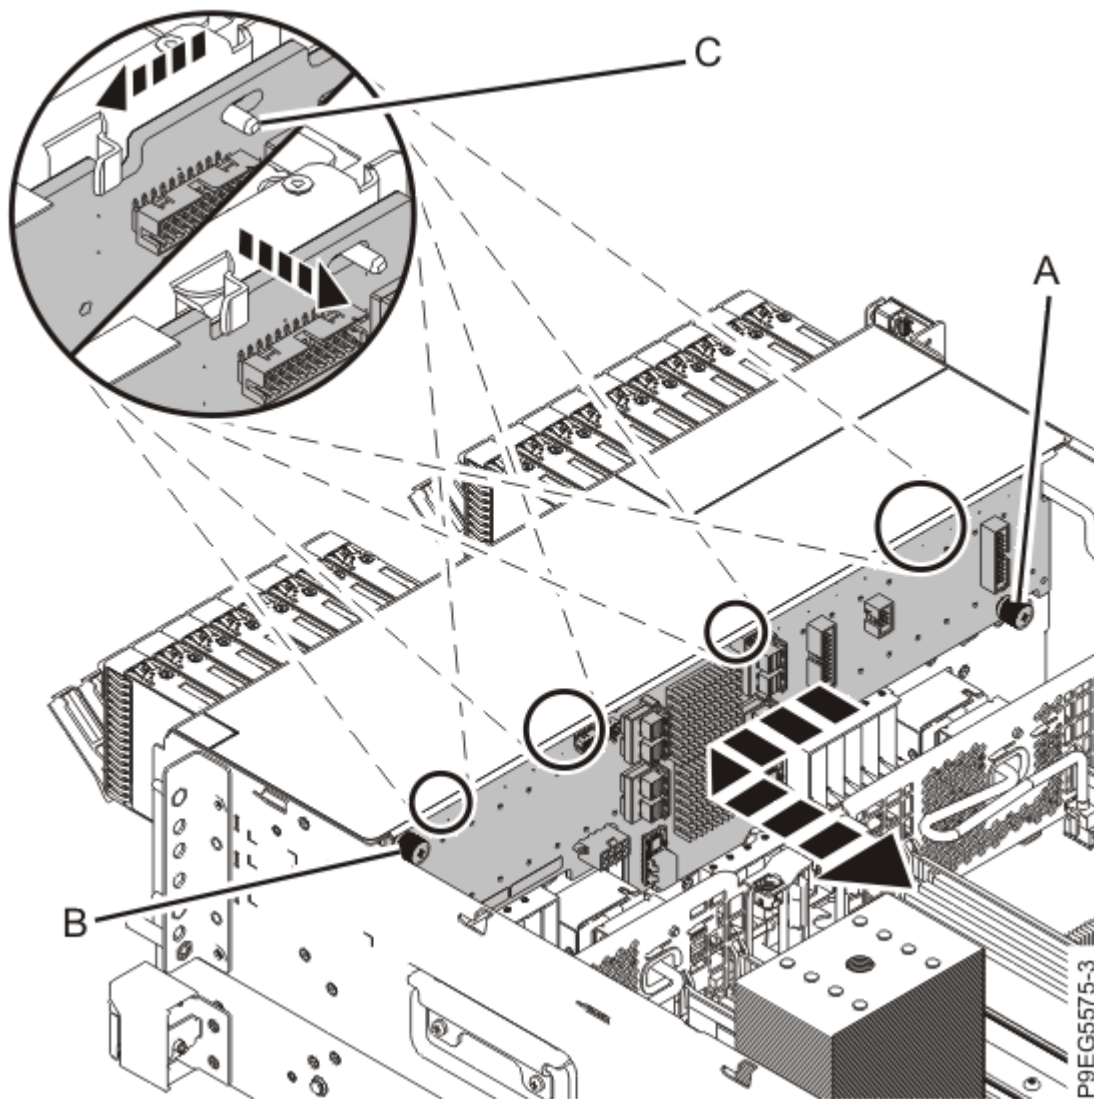

Abbildung 18. Plattenlaufwerk-Rückwandplatine verschieben
- e) Schieben Sie mit den Rändelschrauben **(A)** und **(B)** in Abbildung 18 auf Seite 20 die Plattenlaufwerk-Rückwandplatine zur Seite, bis die Aussparungen der Plattenlaufwerk-Rückwandplatine an den Laschen und Stiften **(C)** im Chassis frei liegen. Bewegen Sie dann die Plattenlaufwerk-Rückwandplatine leicht so weit vom Chassis weg, dass das USB-Kabel durch das Chassis hindurch kann.